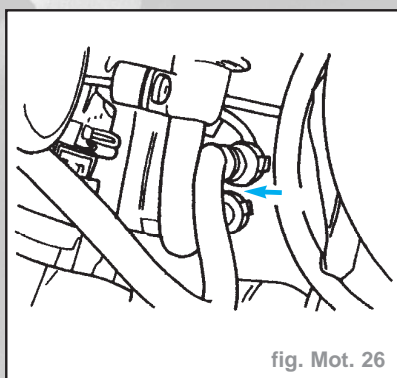

fig. Mot. 26
- Déposer le support du tuyau d'alimentation et du tuyau de retour (1 vis) (fig. Mot. 26).
- Débrancher les tuyaux d'alimentation et de retour (fig. Mot. 26).